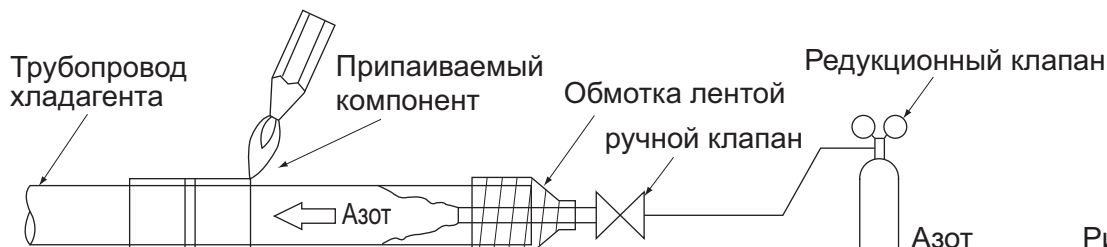

Рис. 17
2. При выполнении пайки твердым припоем после пропускания азота через трубопровод и замещения азотом воздуха рекомендуется с помощью редукционного клапана настроить давление азота на прикл. 0,02 МПа. (См. рис. 17)